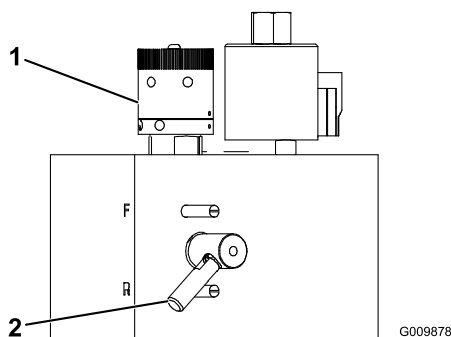

Bild 64
3. Drehen Sie das Läppen-Handrad am Ventilblock (Bild 64) in die R-Stellung. Drehen Sie dann das Handrad für die Spindeldrehzahl (Bild 64) auf Stellung 1.